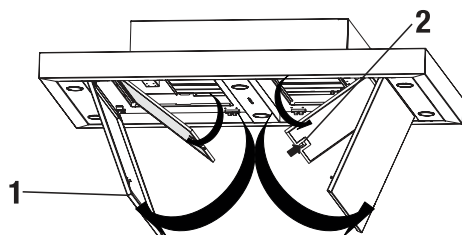

Abb. 21: Entfernen des Edelstahl-Metallfettfilters
Entnehmen Sie den Edelstahl-Metallfettfilter (Abb. 21) (je nach Modell mehr als ein Edelstahl-Metallfettfilter) aus dem Gerät (ggf. Haubenkörper und/ oder Randabsaugungsplatte öffnen)
1. ➔ Öffnen Sie den Seitenabzugsglas (Abb. 21/1).